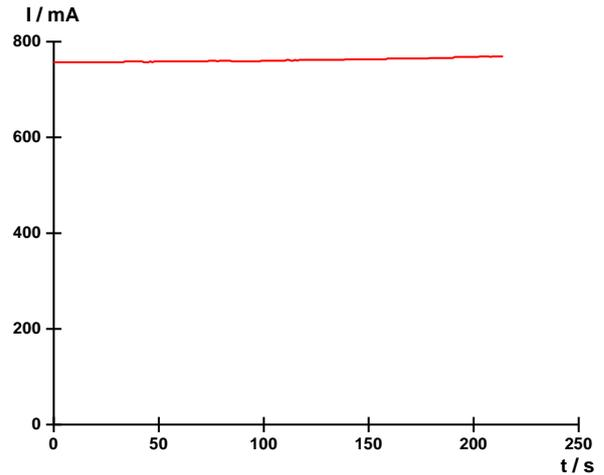

Fig. 5 : Rapport temporel du courant.
- Faire un graphique avec les valeurs de mesure du courant (colonne « Valeur ») et le temps en seconde (colonne « DateTime ») (Fig. 5).